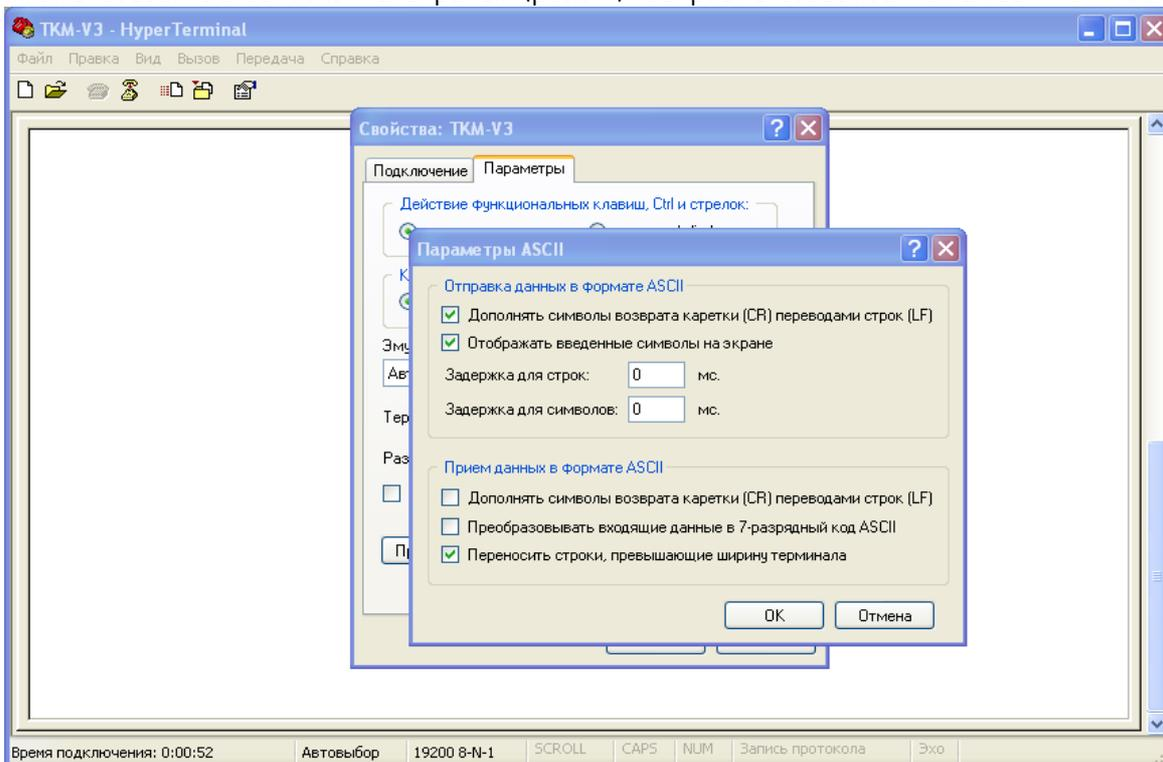

Рис.3.4. Включение режима «Эхо».
Теперь введите параметры COM-порта: скорость – 19200бит/с, биты данных – 8, чётность – нет, стоповые биты – 1, управление потоком – нет. Нажмите «ПРИМЕНИТЬ» и попадёте в окно терминала. Для удобства включите режим «Эхо». Для этого откройте меню: «Файл->Свойства» и во вкладке «Параметры» нажмите кнопку «Параметры ASCII...». Там в окне «Отправка данных в формате ASCII» установите флажки «Дополнять символы возврата каретки (CR) переводами строк (LF)» и «Отображать введенные символы на экране» (рис.3.4). Закройте свойства нажатием на кнопку «ОК».